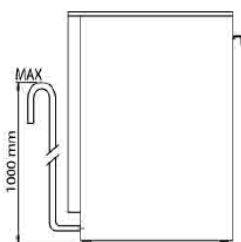

Fig. 7
- Colocar el tubo de escape a una altura máxima de 1000 mm desde la superficie. (Fig. 7)